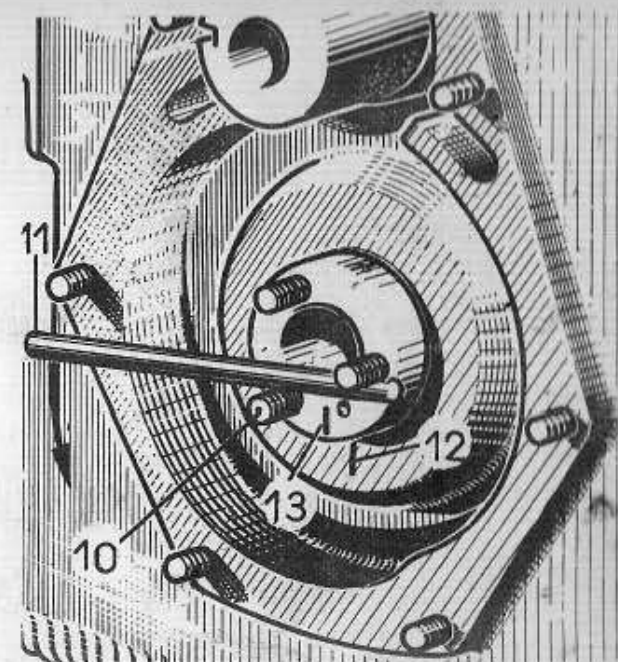

Fig. 48
- 7) Monter trois goujons-guides (10 - Fig. 48) (diamètre 8, longueur 60 mm environ) sur l'arbre à cames. Par le pivot, approcher le culbuteur (échappement droit), jusqu'à le mettre en contact avec la queue de soupape; approcher également le contre-écrou du pivot. Placer une broche (11) entre les goujons (10) et tourner l'arbre à cames dans son sens de marche (sens inverse des aiguilles d'une montre) jusqu'à l'ouverture maximum de la soupape. Repérer la position de l'arbre à cames par rapport au carter (traits crayon, 12 et 13 - Fig. 48), puis tourner l'arbre à cames **toujours dans le même sens** jusqu'à lui faire exécuter un demi-tour à l'opposé du repère 12. dans cette position, on se trouve sur le dos de la came (c'est-à-dire, soupape fermée).